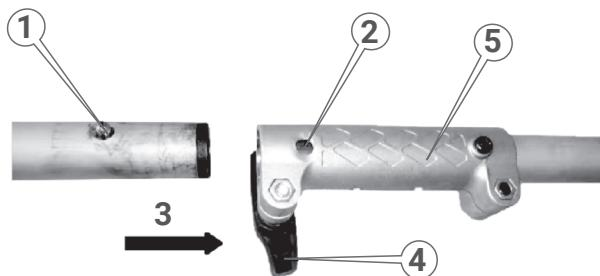

Рисунок 2. Схема збирання валу.
4. Зібрати «штангу», за схемою, яку наведено нижче, на рис. 2, для чого:
- послабити пластикову гвинтову закрутку-фіксатор (4, рис. 2) переходної муфти «штанги» (5, рис. 2) на верхній частині валу;
- вставити нижню частину валу з фіксатором (1, рис. 2) у муфту за напрямком, вказаним на схемі (3, рис. 2) таким чином, щоб фіксатор валу увійшов у позиційний отвір муфти з характерним звуком;